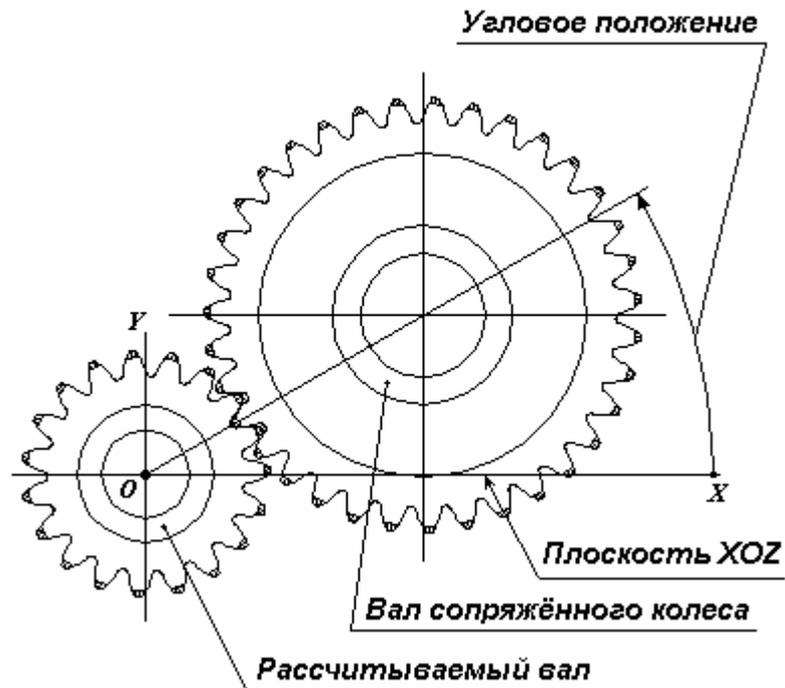

Рис. 11
- 3) Угловое положение сопряжённого колеса – угол между плоскостью XOZ и плоскостью, проходящей через оси рассчитываемого вала и вала, на котором установлено сопряжённое колесо. Правило назначения углового положения изображено на рис. 11. Если угол (при взгляде со стороны левой опоры) откладывается против часовой стрелки (как показано на рис. 11), то он считается положительным, если против часовой – отрицательным и вводится со знаком минус.